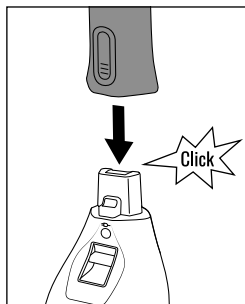

Fig. 1
- ◆ Sæt forsigtigt det lange håndtag ② på motorenheden ⑧, indtil det klikker hørbart på plads (se fig. 1).